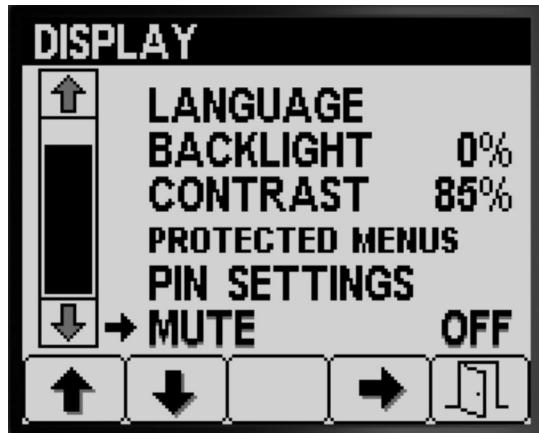

Figura 31
- Premete il pulsante 4 per ATTIVARE o DISATTIVARE l'indicatore acustico (Figura 31).
- Premete il pulsante 5 per salvare l'impostazione, uscire dalla schermata MUTE e tornare alla schermata IMPOSTAZIONI (Figura 31).